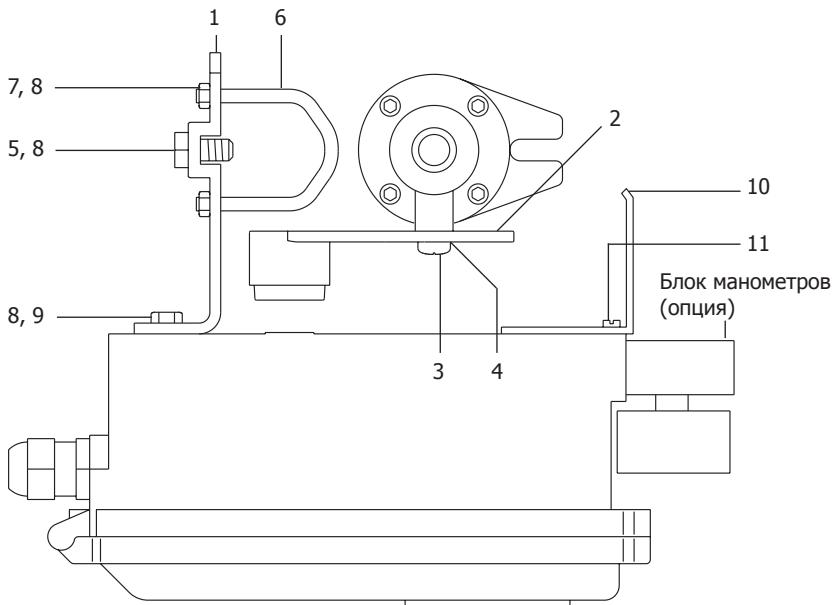
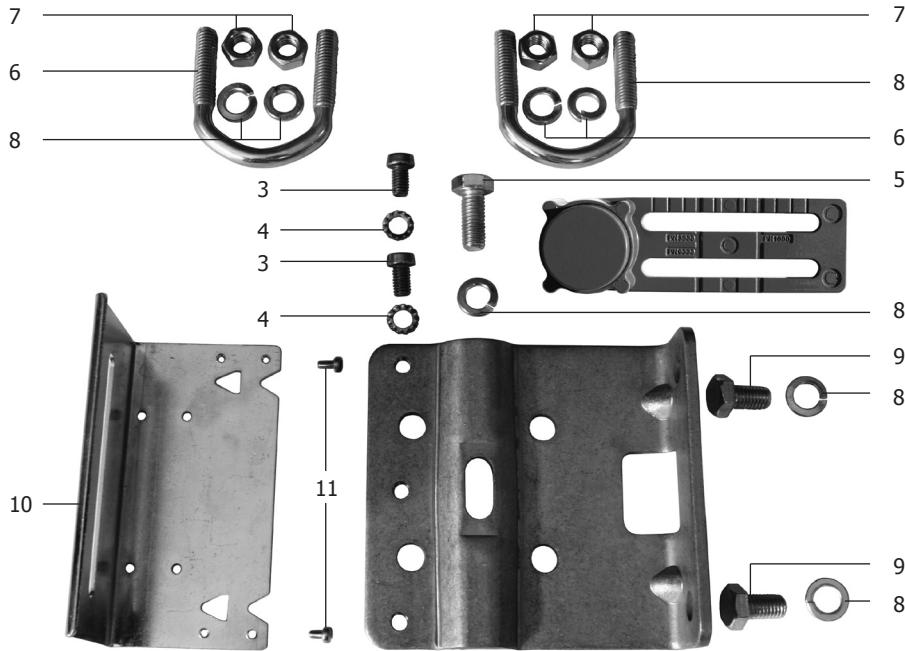

Рис. 12 Схема сборки позиционера
Рис. 13 Детали набора креплений
- 5.1.1 SP200 поставляется в монтажном набором для установки на все пневмоприводы, выполненные по стандарту NAMUR. Все детали монтажного набора показаны на Рис. 13, сборка показана на Рис. 12.